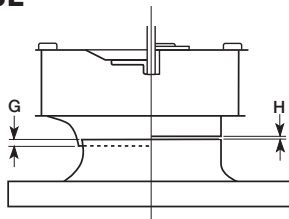

Figura 7 : Dimensión de Superposición y Espaciado de la Rueda
1. Verifique que todos los tornillos de fijación y los sujetadores estén apretados. La rueda debe girar libremente y estar alineada como se muestra en la Figura 7.